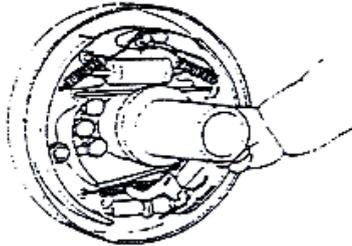

figure 2-28
(8) Fixez le guide de la chaussure de frein sur la goupille de support, puis fixez le ressort de rappel du sabot de frein. Installez d'abord la chaussure principale, puis la chaussure secondaire. Voir figure 2-28
(9) Montez le régulateur, le ressort, la goupille d'éjection et le ressort de rappel. Veuillez faire attention aux points suivants: